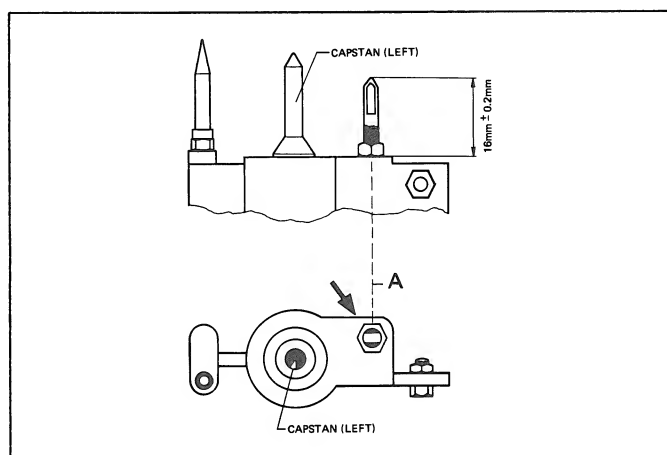

Fig. 3.2
- die Anfräsungen [A] müssen horizontal justiert sein (Fig. 3.2)